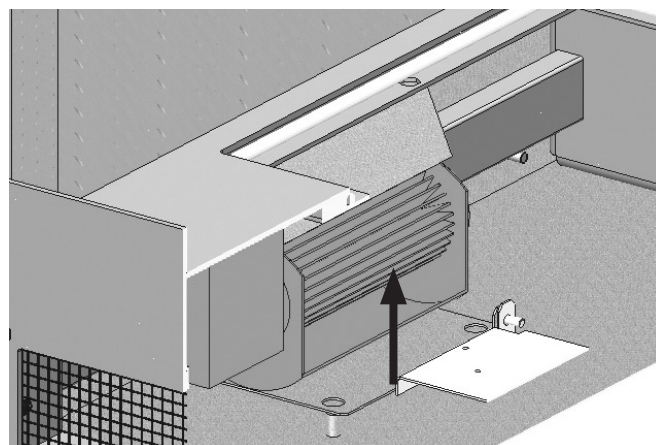

FIG. 12
5. Sacar los ventiladores de su alojamiento desatornillando las tuercas, desencajar el conjunto de los pernios y sacarlo girando hacia arriba. (Fig. 12)